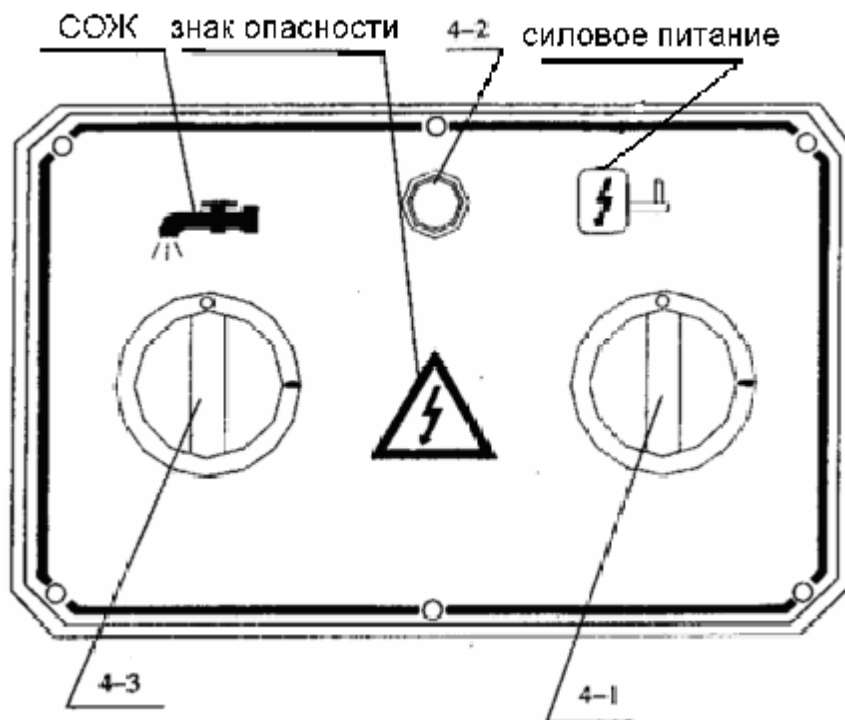

Рис. 4.4
4.1.1. Откройте главный выключатель на стойке 4-1 (рис. 4.4), нажмите кнопку пуска насоса подачи СОЖ 4-3 и включите рабочее освещение (рис. 3.1);